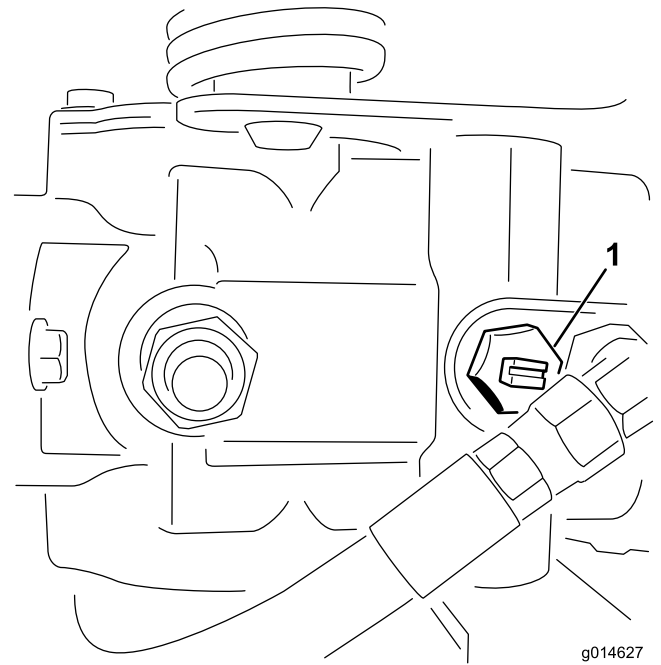

Figure 29
1. Localisez la vanne de dérivation sur la pompe et tournez-la jusqu'à ce que la fente soit verticale (Figure 29).
2. Avant de mettre le moteur en marche, fermez la vanne de dérivation (fente horizontale) (Figure 29).